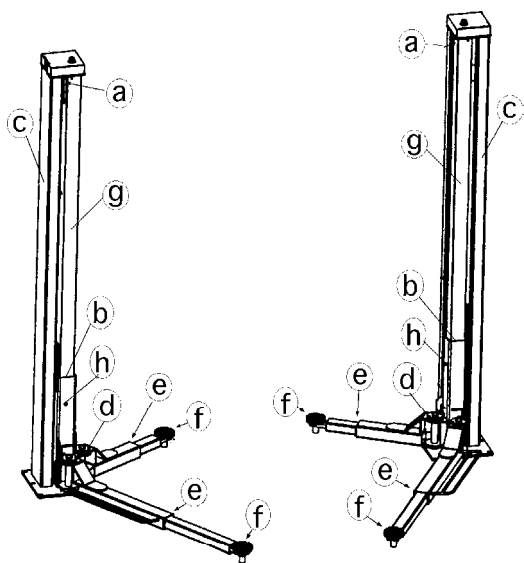
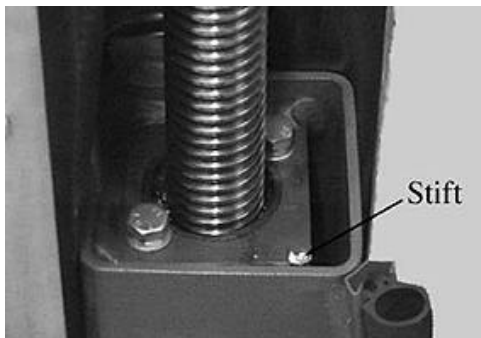

fig.3: Plan de graissage pour pont élévateurs 2-colonnes.
fig. 10: chariot avec goupille
- Pour vérifier l'écrou il faut d'abord démonter la couverture de la vis sans fin (fig. 3, pos. b). Dans le chariot il y a incorporé une goupille (fig. 10). Dès que la goupille dépasse le capot du chariot il faut remplacer l'écrou et l'écrou de sécurité.